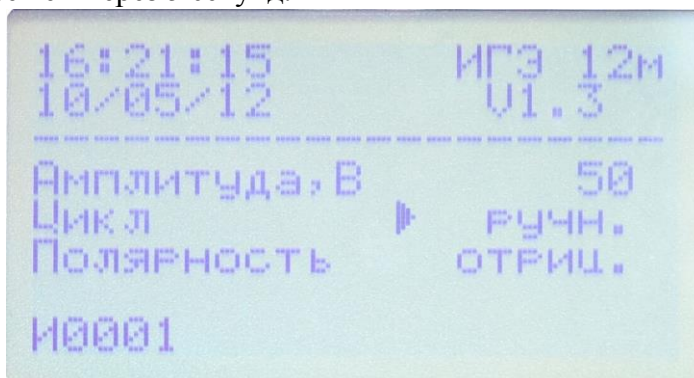

Рисунок 4
7.7. Если в строке «Цикл» установлено значение 1 и нажать кнопку клавиатуры «-», то генератор переключится в ручной режим подачи импульсов (см. рисунок 4). В этом режиме полярность выходных импульсов устанавливается при помощи кнопок клавиатуры «+» и «-». Курсор должен находиться в строке «Полярность». При этом можно выбрать значения «полож.» – положительная полярность и «отриц.» – отрицательная.